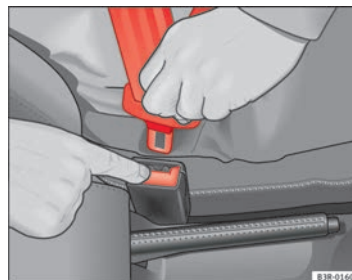

Fig. 15 Retirar la lengüeta del cierre del cinturón ▶
- Pulse la tecla roja que hay en el cierre del cinturón ⇒ fig. 15. La lengüeta del cierre es expulsada hacia fuera ⇒ Δ.